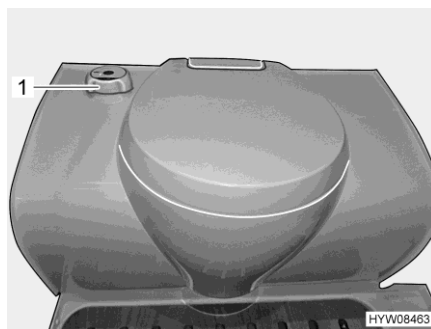

Bild 110 Thetford-toalett
- Vrid ratten (Bild 110,1) moturs.
- Vrid ratten (Bild 110,1) medurs.